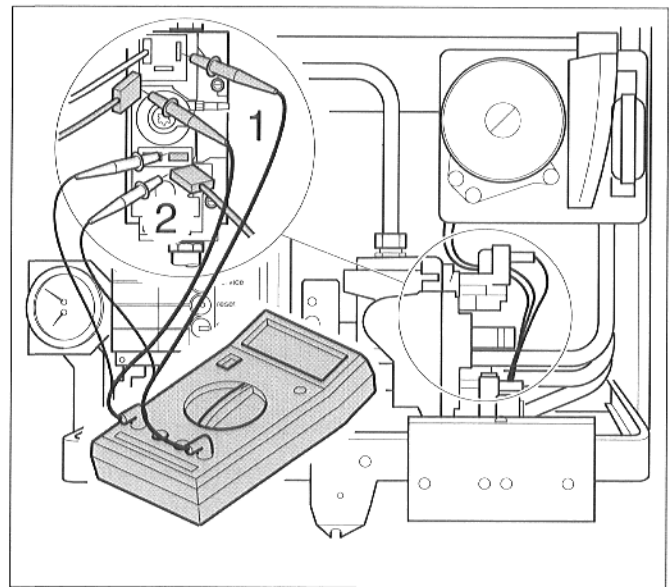

Abb. 38 Ansteuerung prüfen, Linea-Kombi 23, HONEYWELL-Armatur als Beispiel
- Einen Kabelstecker (Abb. 38 und 39, Pos.1) am Hauptgasventil abziehen und Strommeßgerät dazwischen schalten. Am Meßgerät den Meßbereich bis 1000 mA Wechselstrom wählen.
- Gleichen Meßvorgang am Sicherheitsgasventil (Abb. 38 und 39, Pos. 2) durchführen.